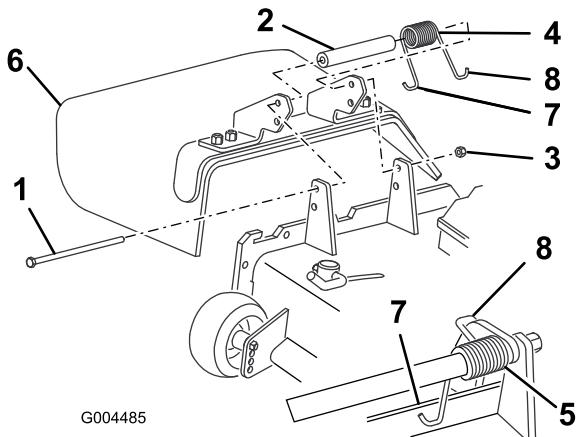

図 25
2. デフレクタをピボット・ブラケットに固定しているロックナット、ボルト、スプリング、スペーサを外す (図 25)。デフレクタを取り外す。
3. デフレクタのブラケットの間にスペーサとスプリングを入れる (図 25)。スプリングの左側 J 形フック部をデッキのエッジの後ろに引っ掛ける。
**注** 必ず、スプリングの左側 J-フックをデッキエッジの後ろに引っ掛け、それからボルトを 図 25 のように取り付けてください。
4. ボルトとナットを取り付ける。スプリングの右側のフックを、デフレクタに引っ掛ける (図 25)。